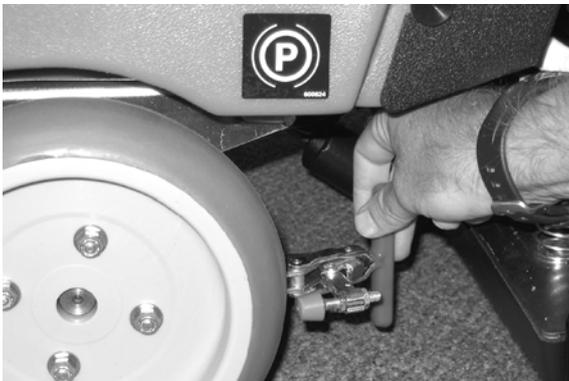

ABB. 6
1. Lösen Sie die Feststellbremse (Abbildung 6).